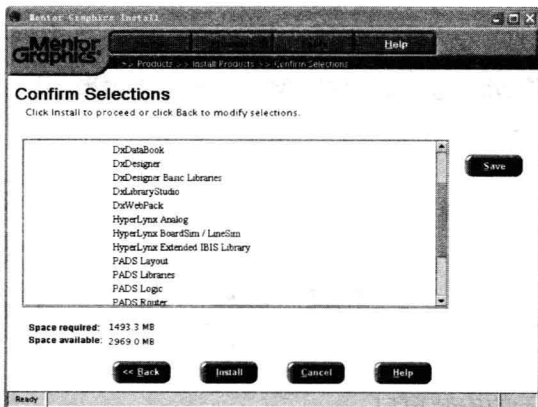

图 1-17 确认要安装的产品
(11) 根据需求选择要安装的产品，单击按钮 **Next >>**，弹出如图 1-17 所示的确认安装窗口。